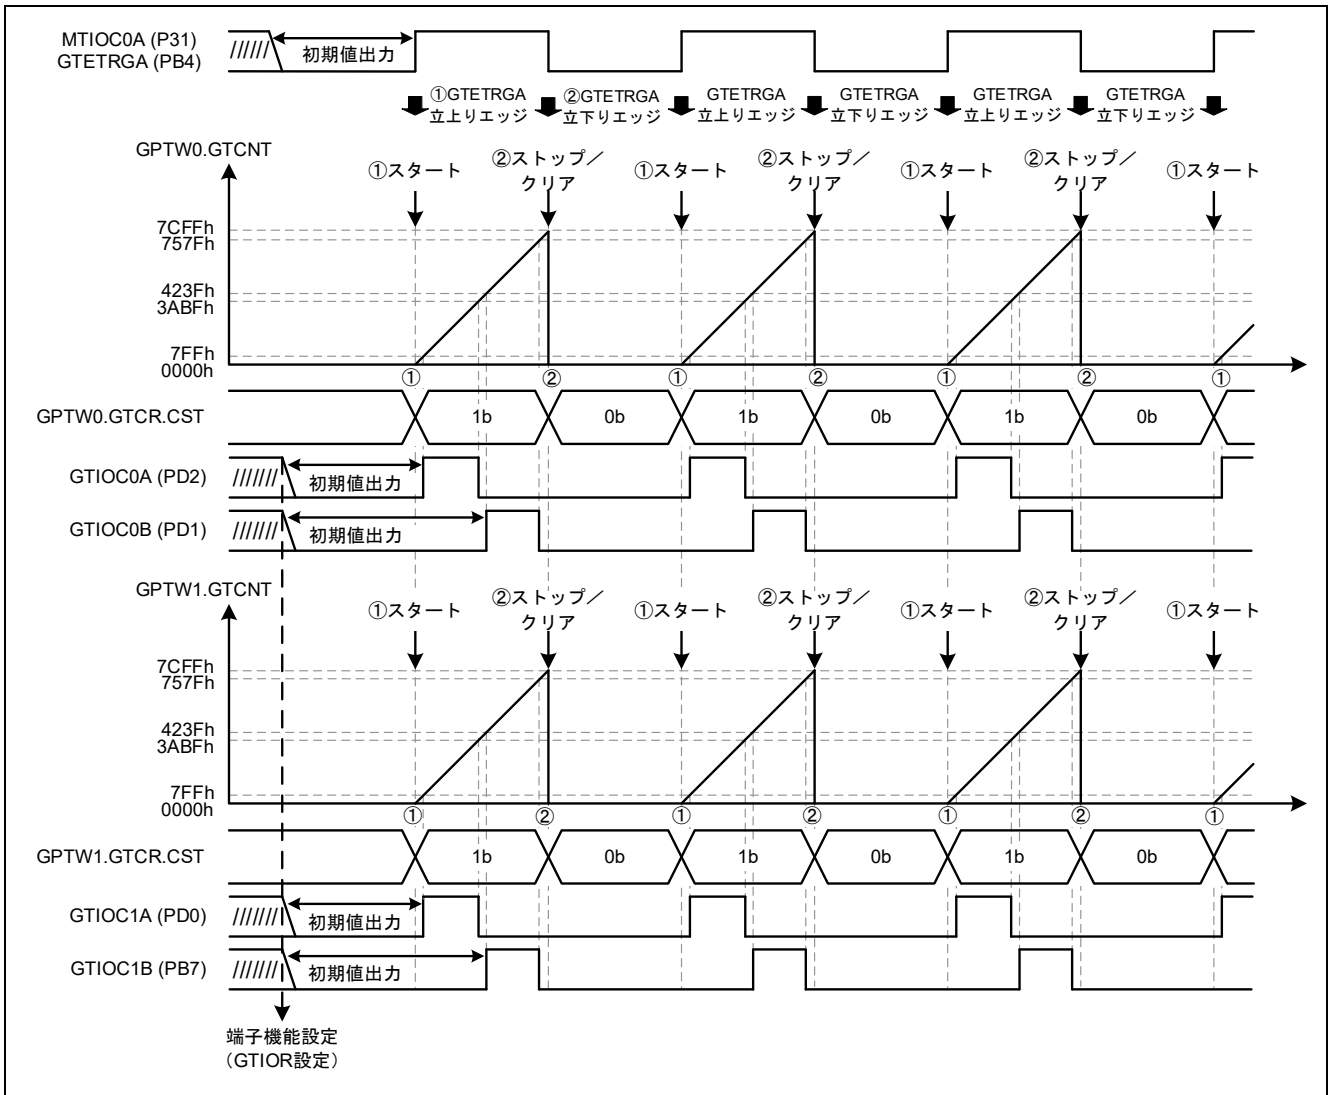

図 4-57 1つの外部入力トリガを使用したMTUとGPTWの同期動作例 (GTETRGA端子入力の立ち上がりでスタート、立ち下がりでストップ/クリア時)
設定変更後は図 4-57 のような動作となります。
外部トリガ入力端子 GTETRGA 立上りエッジを検出すると、GPTW0、GPTW1 は同期カウントスタートします (図 4-57 ①)。
外部トリガ入力端子 GTETRGA 立下りエッジを検出すると、GPTW0、GPTW1 は同期カウントストップ/クリアします (図 4-57 ②)。